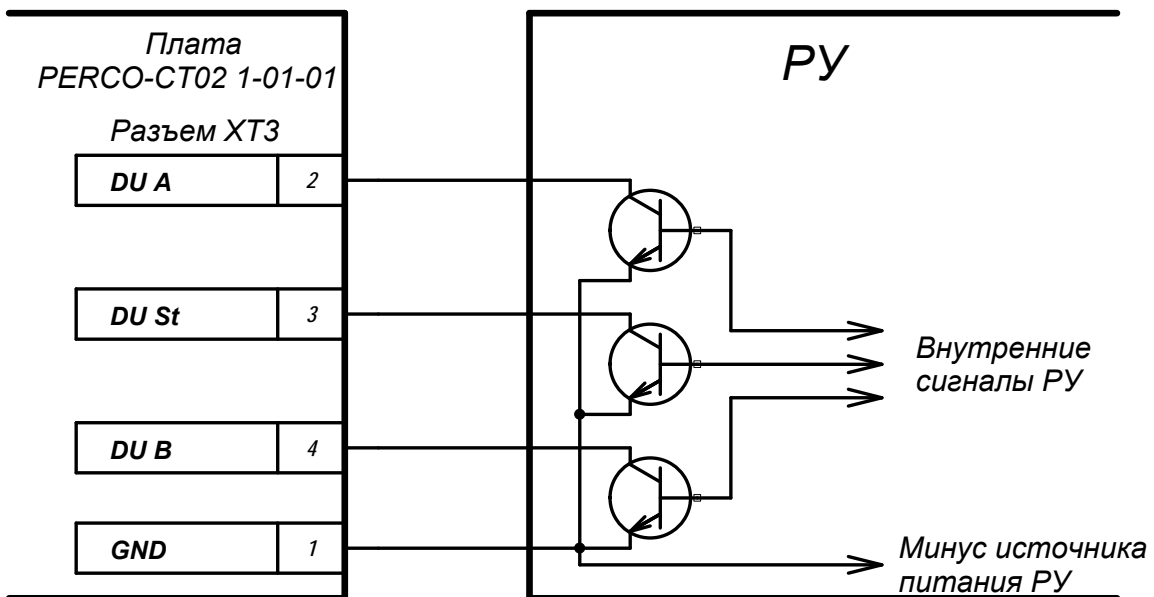

Рисунок 4 – Управляющие элементы устройства радиуправления (РУ):
5.4.2 Управление КТС01 осуществляется подачей на контакты клеммной колодки “ХТ3” DUA, DUSt и DUB сигнала низкого уровня относительно контакта GND, при этом управляющим элементом могут быть нормально разомкнутый контакт реле или схема с открытым коллекторным выходом (см. рисунок 4).